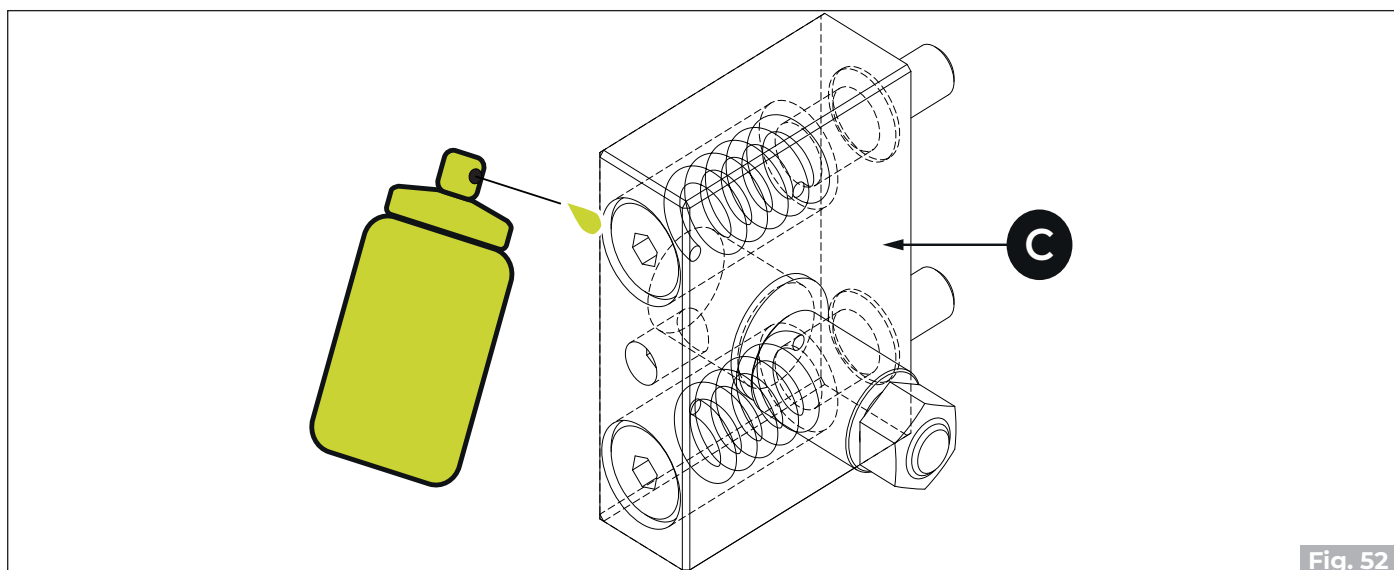

Fig. 52
Um einen korrekten und sicheren Betrieb der Feuerraumtür zu gewährleisten, müssen die Federn des Verriegelungsmechanismus, die sich im Inneren des Blocks (C) befinden, geschmiert werden. (**Abb. 52**)